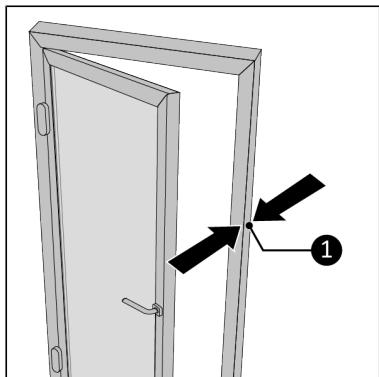

Figuur 5.
6. Plak het schuurpapier (Figuur 5, pos. 2) aan de binnenkant van het onderste deel van de beugel (Figuur 5 pos. 1).